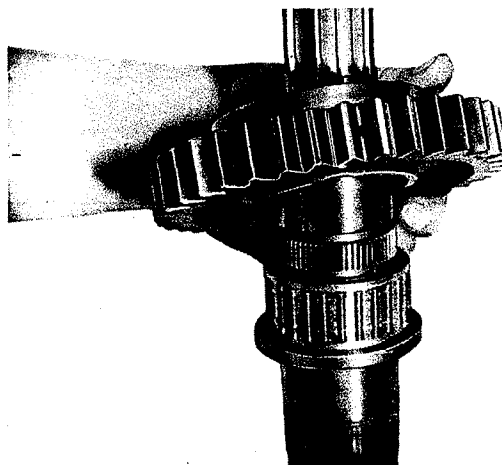

Fig. 24
1. Serrer l'arbre principal (419) dans un étau entre des mordaches en plomb (le côté sortie orienté vers le haut).
2. Faire glisser la cage à aiguilles (418) et l'engrenage de la 1ère vitesse (420) sur l'arbre la cannelure étant tournée vers le haut (fig. 24). Poser la bague de synchronisation (421).